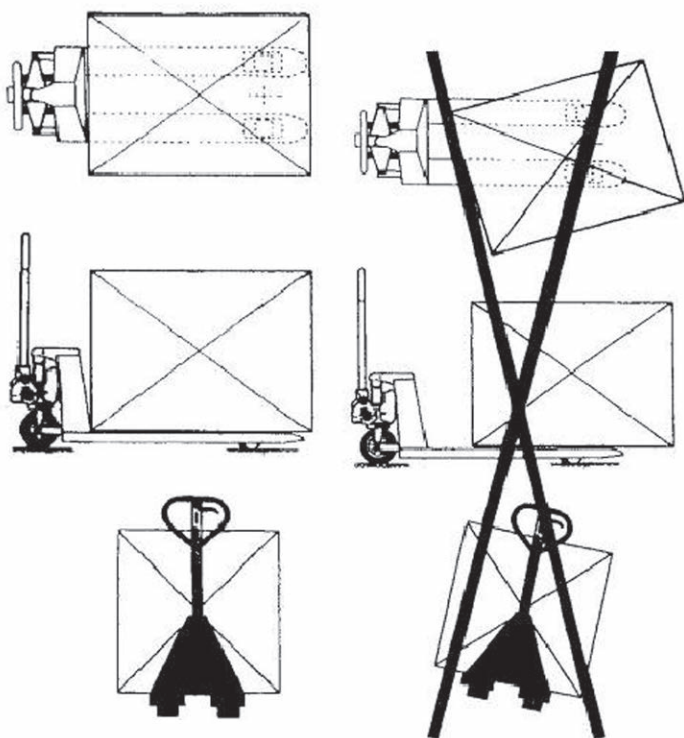

Fig. 6
5.2 El tipo de forma de carga se muestran en la fig. 6